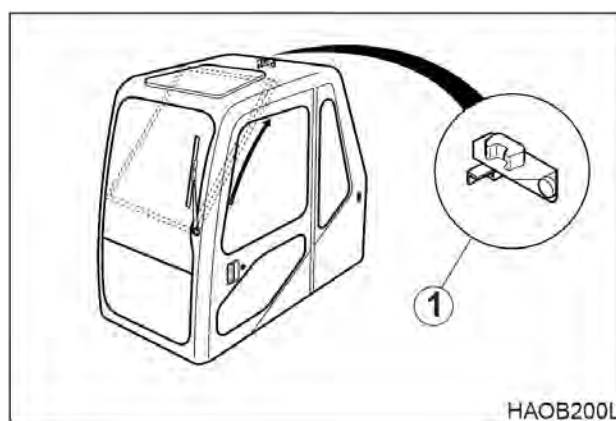

Рис. 94
7. Держа ручки окна (одна расположена вверху, а другая внизу окна), потянуть окно вверх, а затем назад. Убедиться, что окно закреплено задвижкой (1, рис. 94).